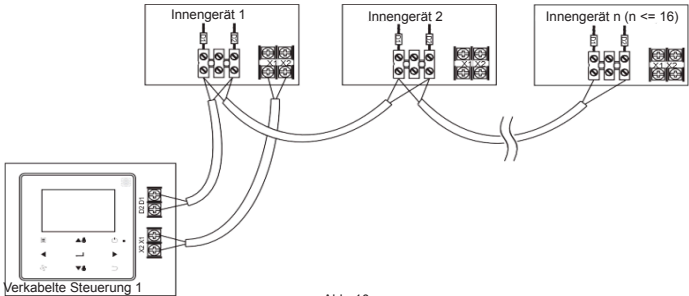
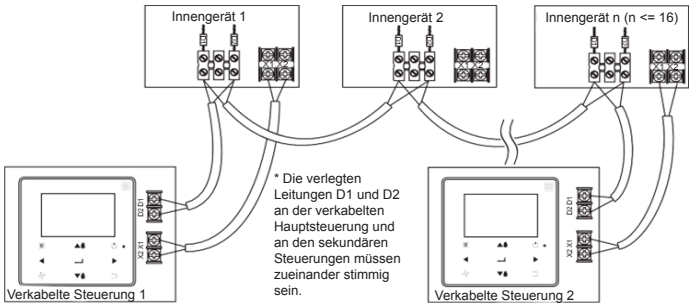

Abb. 10
Abb. 11
2.5.5 Bei Innengeräten der zweiten Generation kann/können eine oder zwei verkabelte Steuerung(en) auch mehrere Innengeräte regeln (maximal 16). In diesem Fall müssen Sie die verkabelte Steuerung und die Innengeräte gleichzeitig an X1, X2, D1 und D2 anschließen. Zwischen der verkabelten Steuerung einerseits und den Innengeräte-Anschlüssen X1 und X2 oder auch D1 und D2 liegt keine Polung vor. Die verlegten Leitungen D1 und D2 an der verkabelten Hauptsteuerung und an den sekundären Steuerungen müssen zueinander stimmig sein; siehe Abb. 10 und Abb. 11.